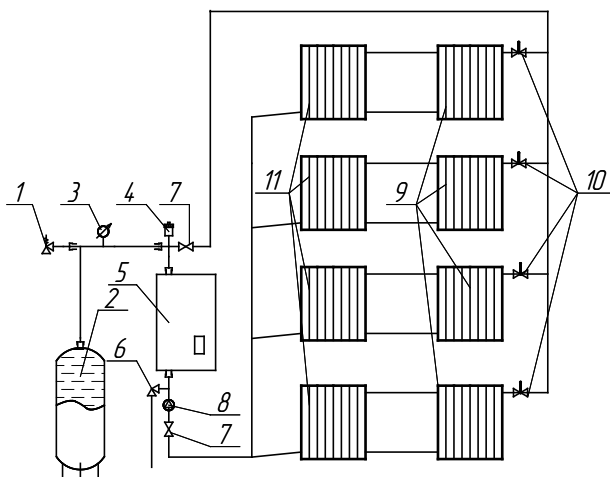

Рисунок 4
5.9 Внимание! При эксплуатации прибора запрещается полностью или частично перекрывать шаровые вентили на входе и выходе из котла (см. рисунок 4).
6.2.3 Автоматический воздухоотводчик рекомендуется в соответствии с рис. 4 размещать в самой верхней части трубопровода на выходе из котла. Растворимость газов минимальна при высоких температурах, и при таком расположении воздухоотводчика деаэрация теплоносителя будет наиболее быстрой и полной. Отсутствие растворенного в теплоносителе кислорода резко снижает коррозию контактирующих с ним внутренних поверхностей прибора и других элементов отопительной системы.